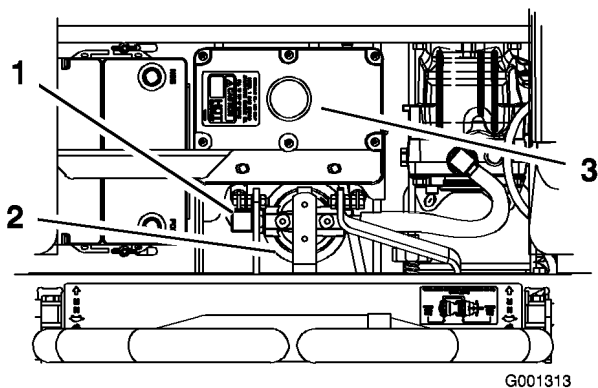

Figura 68
4. Togliete il tubo idraulico destro che entra nel riduttore (Figura 68).
6. Montate il tubo idraulico destro nell'adattatore (Figura 68).